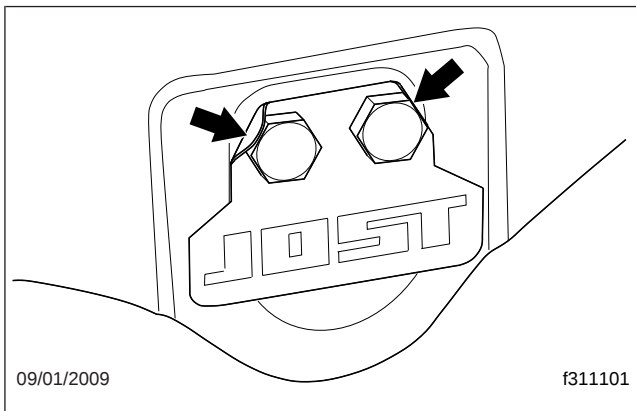

Fig. 7, Pattes de verrouillage des boulons de goupille de support
4. Inspectez les boulons de goupille du support. Assurez-vous que les pattes de verrouillage retiennent bien les boulons en place. Voir la figure 7.